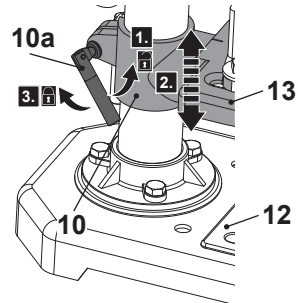

Fig. 11
1. Gire la palanca de sujeción (10a) en sentido contrario a las agujas del reloj para aflojar la abrazadera (10) (Fig. 11, paso 1).
2. Ajuste la mesa de perforación (13) a la altura deseada (Fig. 11, paso 2) y alinee la mesa de perforación (13) con la base (12) y el cabezal de la máquina (6).
3. A continuación, apriete la palanca de sujeción (10a) en el sentido de las agujas del reloj (fig. 11, paso 3).